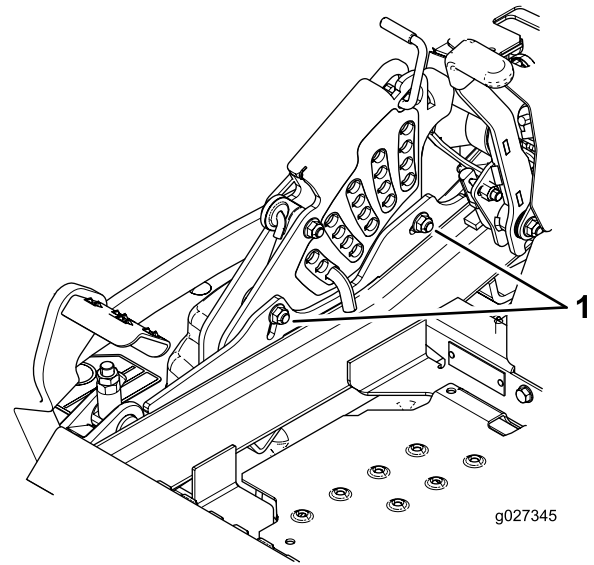

Figura 116
11. Para ajustar el sistema de ajuste de un solo punto, afloje los 2 pernos situados cerca del borde inferior de la pletina de altura de corte (Figura 116).
13. Apriete los 2 pernos en el borde inferior de la pletina de altura de corte (Figura 116).